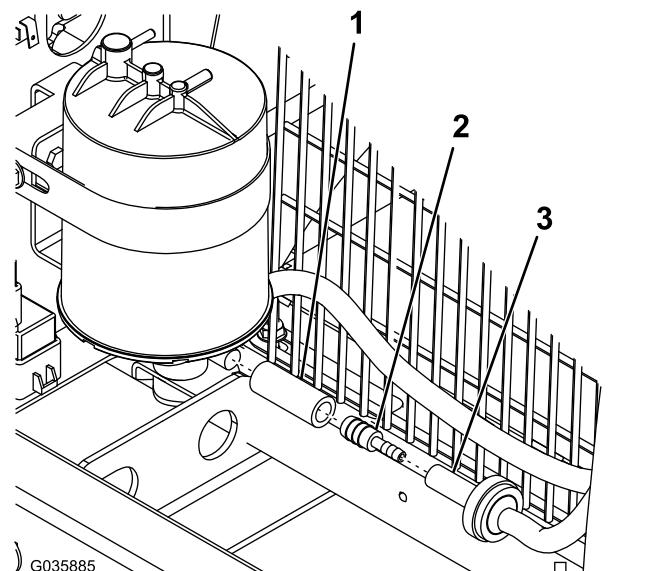

Rysunek 6
5. Zamocuj nakładki do pasków zbiornika paliwa (Rysunek 6).
6. Zamocuj nowy zbiornik paliwa do tacy zbiornika paliwa, używając pasków i 4 nakrętek kołnierzowych (1/4 cala) w sposób pokazany na Rysunek 6.